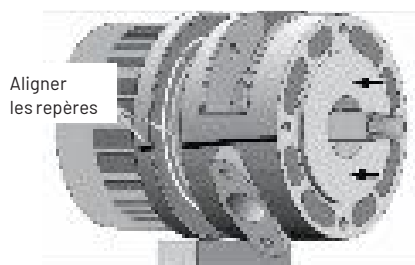

Figure 34
4. Faites glisser avec précaution l'adaptateur sur l'arbre (voir la figure 34). N'endommagez pas la surface d'étanchéité de l'arbre; elle est très bien polie et la moindre rayure ou entaille l'endommagera.